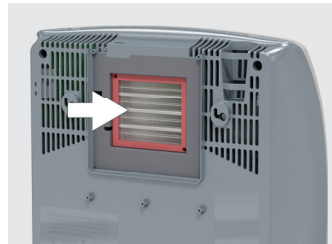

Рисунок 10
- Установите на место пенопластовый теплоизоляционный элемент. Установите нагревательный элемент до упора в корпус прибора до щелчка защелки. Убедитесь, что нагревательный элемент надежно зафиксирован (рис. 10).